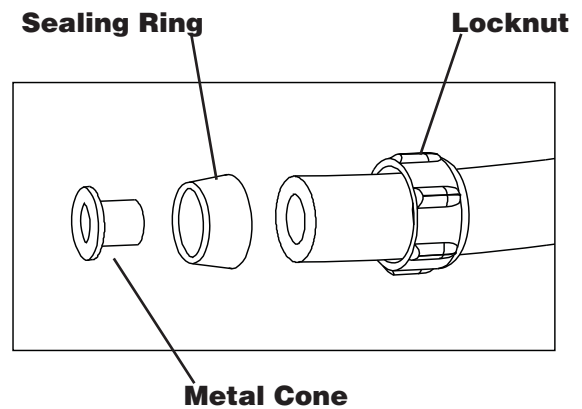

Figure 5
- Remove large nut and components from Liquid Tight fitting (5).
- Insert the locknut onto the watertight conduit.- **See Fig 5**
- Insert the sealing ring onto the conduit with the tapered end toward the end of the conduit. Insert the metal cone into the end of the conduit. **See Fig 5**
9. Retirer le grand écrou et les composants du raccord étanche aux liquides (5)
10. Insérez le contre-écrou dans le conduit imperméable. Voir la fig 5
11. Insérez l'anneau d'étanchéité dans l'extrémité fuselée du conduit de l'anneau d'étanchéité vers l'extrémité du conduit. Insérez le cône en métal dans l'extrémité du conduit. Voir la fig 5
9. Retire la tuerca grande y los componentes del conector a prueba de filtración (5).
10. Coloque la tuerca de seguridad sobre la superficie impermeable del conducto. Veá Fig. 5
11. Coloque el anillo de sellado en el extremo cubierto por el conducto del anillo de sellado hacia el extremo del conducto. Coloque el cono de metal en el extremo del conducto. Veá Fig. 5